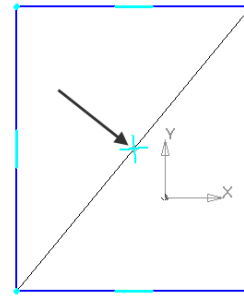

Рис. 2.12. Побудова
- в) **вказати на середині діагоналі** прямокутника (рис. 2.12);